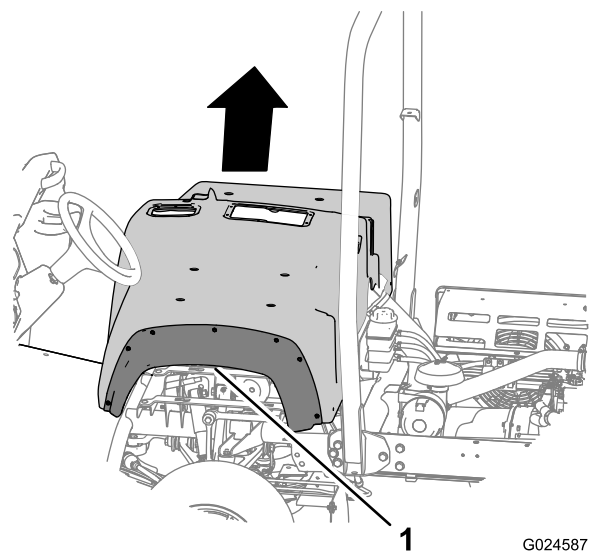

Figura 13
3. Sollevate la copertura del sedile ed estraetela dalla macchina (Figura 13).